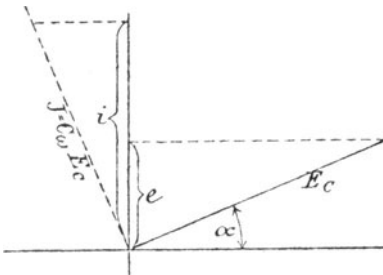

Fig. 123.
**Gesetz 27:** Fließt ein Wechselstrom durch einen Kondensator, so eilt im Vektordiagramm der Vektor des Stromes um  $90^\circ$  dem Vektor der Kondensatorspannung voraus (Fig. 123).